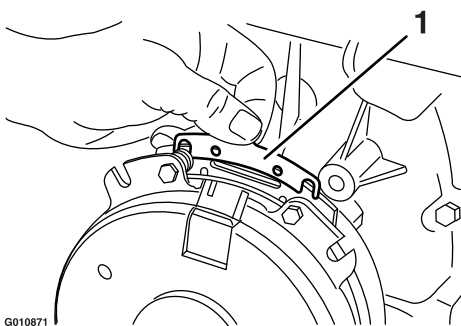

**Figura 78**
- A. Afloje ambos pernos de montaje del freno entre media y una vuelta, según se muestra en Figura 78.